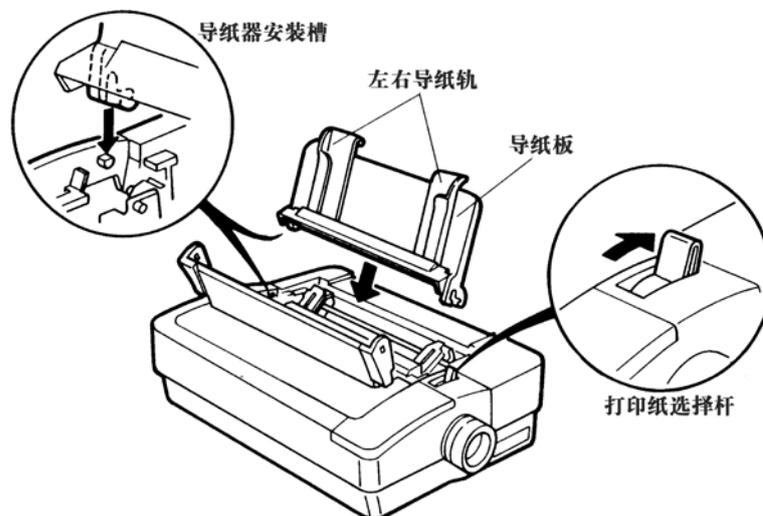

图 3-2 安装导纸板
2. 如图 3-2 位置在正上方安装导纸板。用手握住导纸板两上角，注意将导纸板两下角的“L”型通道槽对准上壳两边的两柱位放入。同时，将导纸板略向前移动，从而使两柱滑入垂直通道中。安装正确后，该导纸板应处于斜放位置。
2. 把打印纸选择杆拨到后部位置（单页纸位置），见图 3-2。
4. 把导纸板竖起来，以便于进纸，见本章的图 3-2。